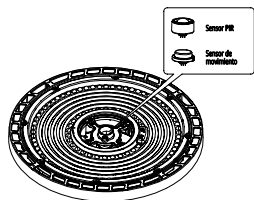

Figura 11
2. Instalación del sensor: Atornille el sensor firmemente en el receptáculo. (Consulte la Figura 11).